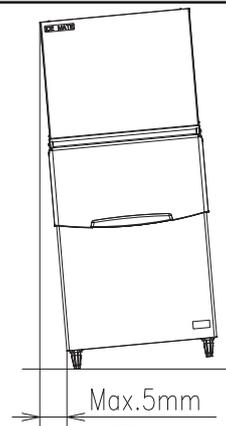

图1
- * 在从左到右和从前到后的两个方向上调平分配器单元/冰储存箱。如果使用冰仓，请将冰仓支腿调至水平。见图1。